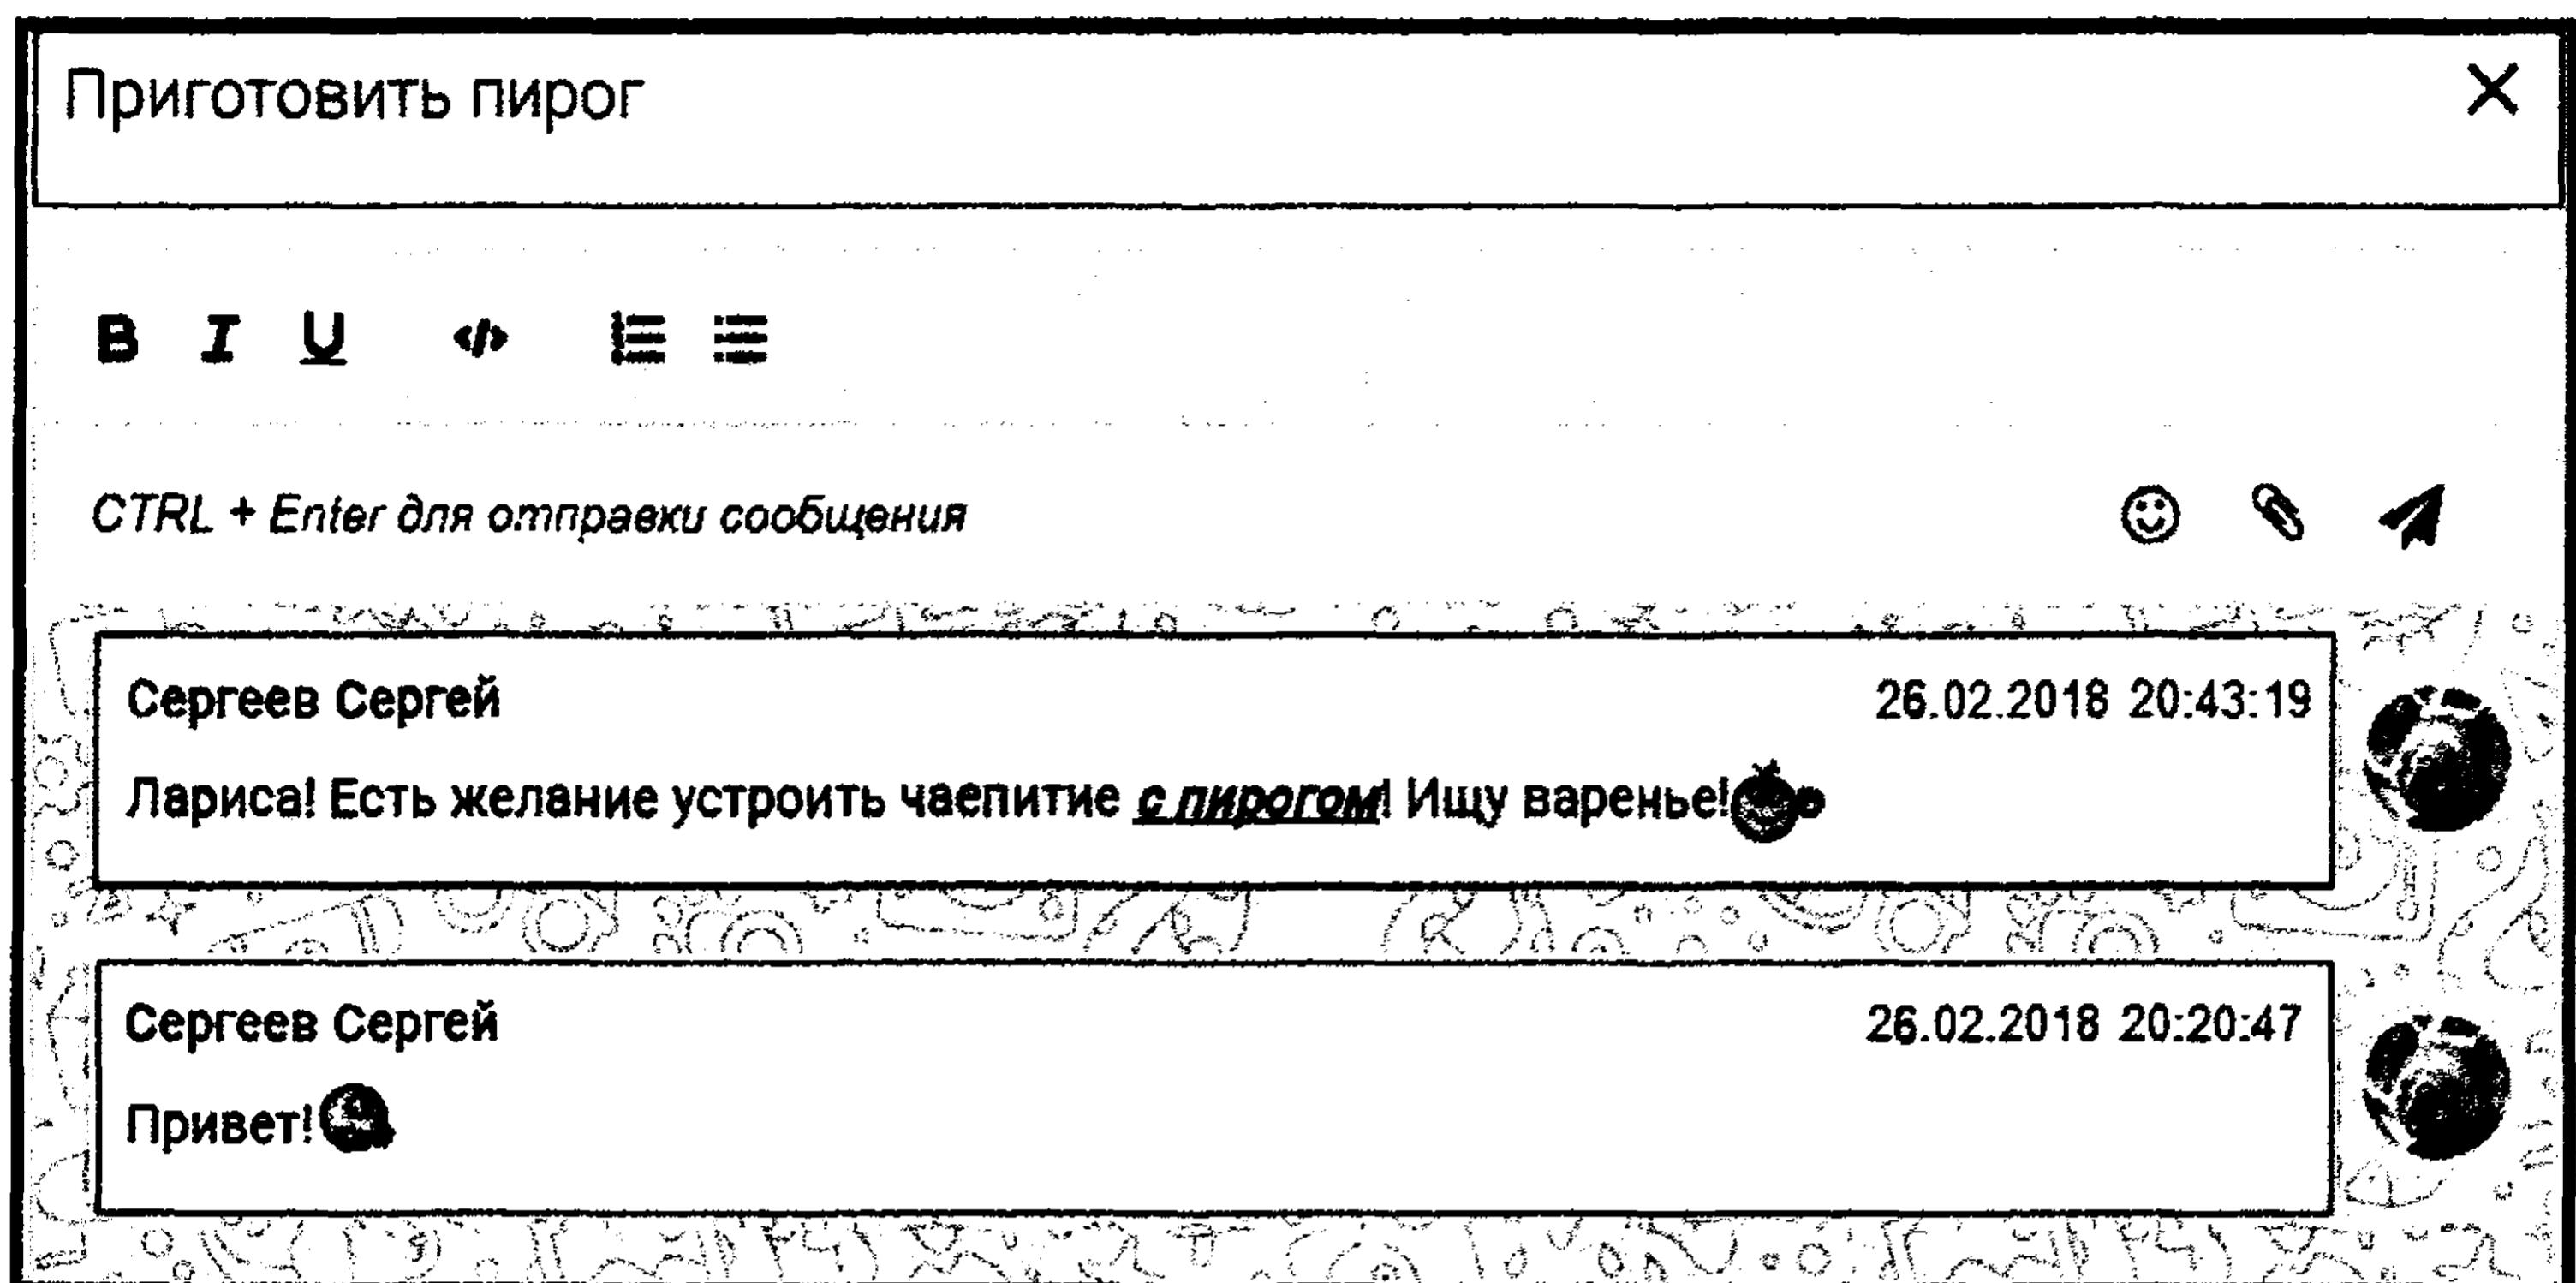

Рис. 5.9. Сообщения в Чате проекта
**пирога** в поле *To Do* и через **Чат проекта** сообщаем об этом **Команде Scrum** (в лице соседа по аудитории). Сообщения отправляем, например, такие, как показано на рис. 5.9. Команда отвечает тоже через **Чат проекта**.